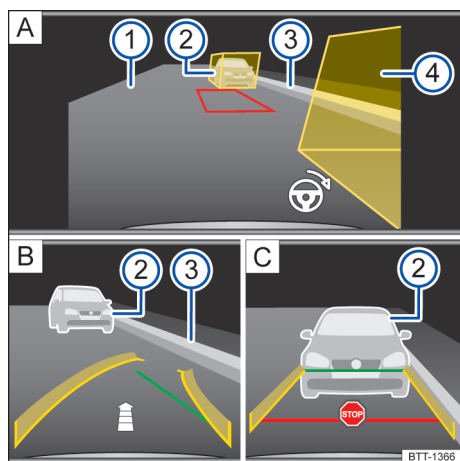

图 158 信息娱乐系统屏幕显示：倒车摄像头，模式 2。
→ 图 158 的图例：
6. 将车辆置于平行于一排停车位大约一米的距离处，使得所显示的辅助框完全覆盖障碍物 → 图 158 ② A。辅助框之间的区域内不得有障碍物。建议：如有的话，定位汽车前边界，即待停泊汽车必须整个都处于黄色辅助框内。
9. 一直打方向盘，直至红色梯形移动到辅助框之间并变成绿框。可以根据现有的停车位标记定位绿色梯形。在该位置固定住方向盘。图像右下边缘的方向盘符号 → 图 158 A 提醒驾驶员在整个泊车期间所需进行的转向运动。
10. 在不更改方向盘转向角的情况下缓慢倒车行驶，直至显示停止符号。或：直至绿色侧向曲线与停车位的侧面边界重合，例如路沿石 ③。箭头 → 图 158 B 根据所显示的扇形数量显示大概尚未存储的行驶里程。
- 14. 继续缓慢倒车行驶，直至显示停止符号→图 158 [c]。或：最晚在红色线达到后边界线，例如一辆停泊的汽车时，将车停下 ② [c]。根据需要使汽车与行车道平行。